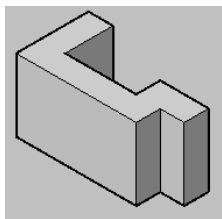

图 9-78 原始实体模型
(1) 打开随书光盘中“CH9”文件夹中的“BD_倒角边.dwg”文件，文件中已有的实体如图 9-78 所示。
(2) 确保切换到“三维建模”工作空间，在功能区“实体”选项卡的“实体编辑”面板中单击“倒角边”按钮，接着根据命令行的提示进行如下操作。